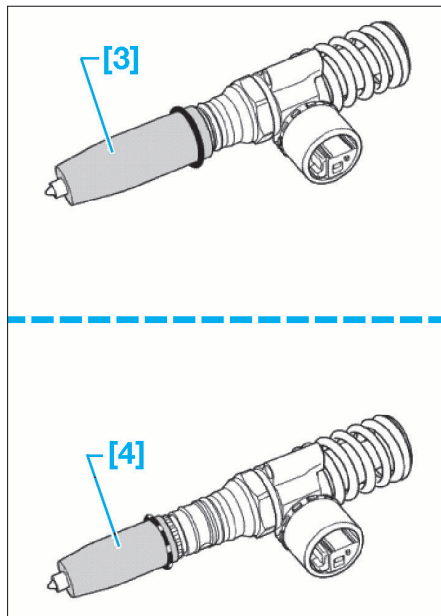

FIG. 49
- [3]. Adaptateur pour le remontage du joint supérieur d'injecteur-pompe (moteur BKD : ref. T10164/1 ; moteur BMN : ref. T10308/1) (Fig.49).
- [4]. Adaptateur pour le remontage du joint inférieur d'injecteur-pompe (moteur BKD : ref. T10164/2 ; moteur BMN : ref. T10308/2) (Fig.49).
- À l'aide de douilles appropriées [3] et [4], monter des joints toriques neufs et préalablement huilés sur l'injecteur-pompe, en veillant à ne pas les vriller (Fig.49).